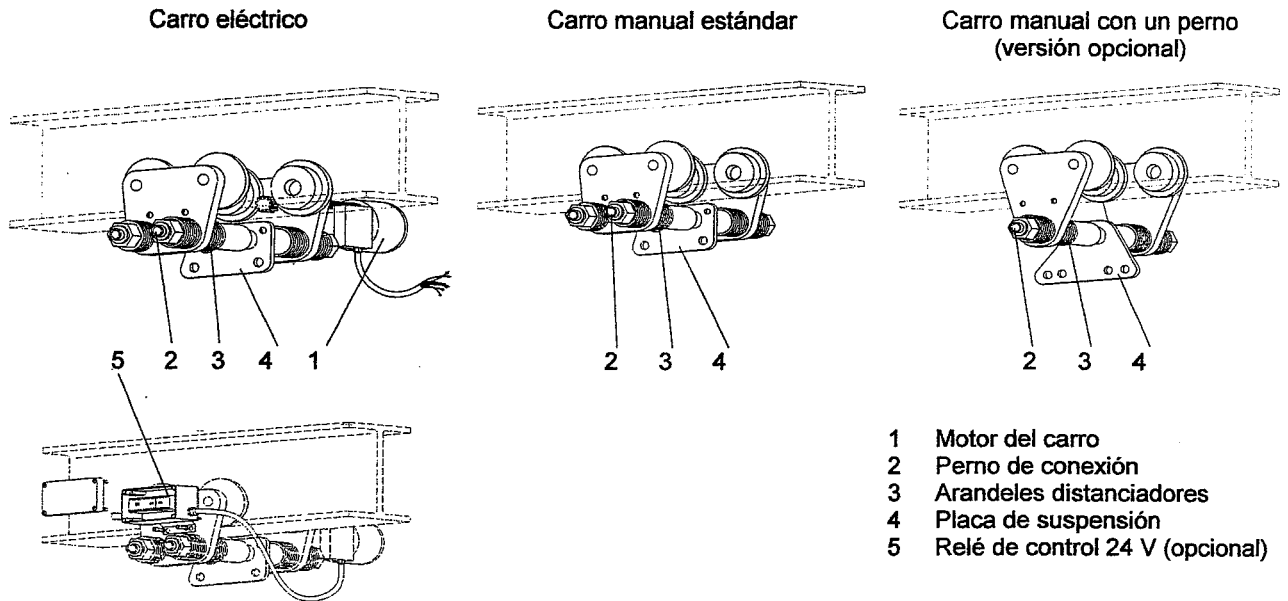

Figura 21: Carro
- Monte la caja del mando 24 V (véase figura 21) inmediatamente en la cubierta del lado opuesto al motor. (con dos tornillos hexagonales M8x20).